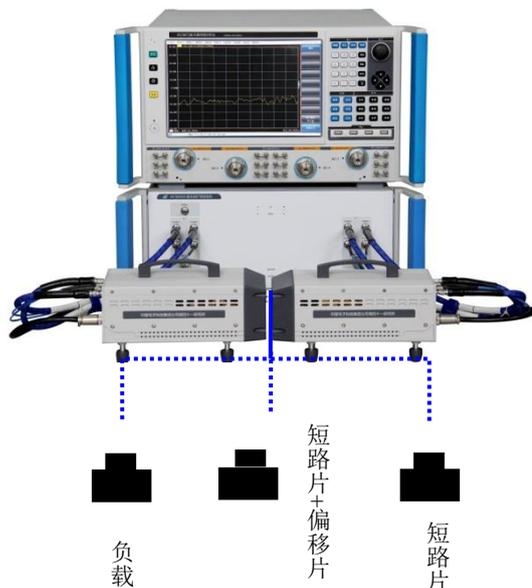

图 9-3 单端口校准连接框图
- 1) 如图 9-3 所示连接系统，预热 30 分钟以上。
- 3) 按照仪器提示如图 9-3 所示连接完成端口 1 单端口校准，校准顺序为负载 → 偏移片 + 短路片 → 短路片。